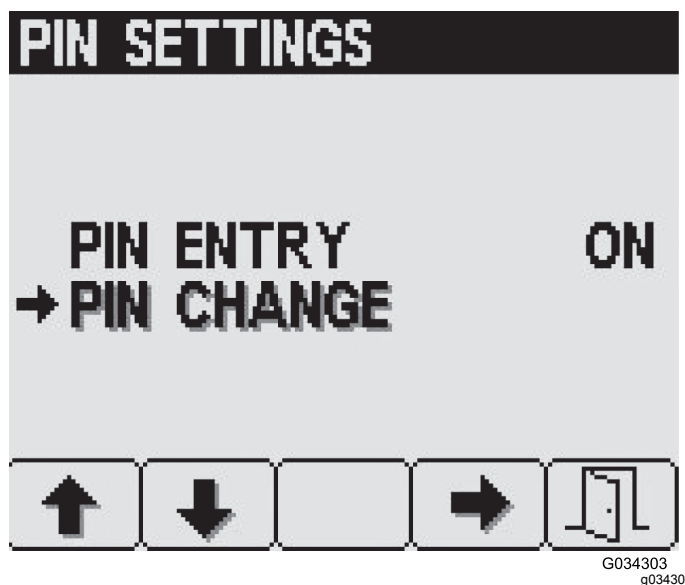

Figura 26
1. Pulse el botón 1 o el botón 2 para seleccionar la opción CAMBIAR PIN (Figura 26).
2. Pulse el botón 4 para seleccionar la opción CAMBIAR PIN (Figura 26).